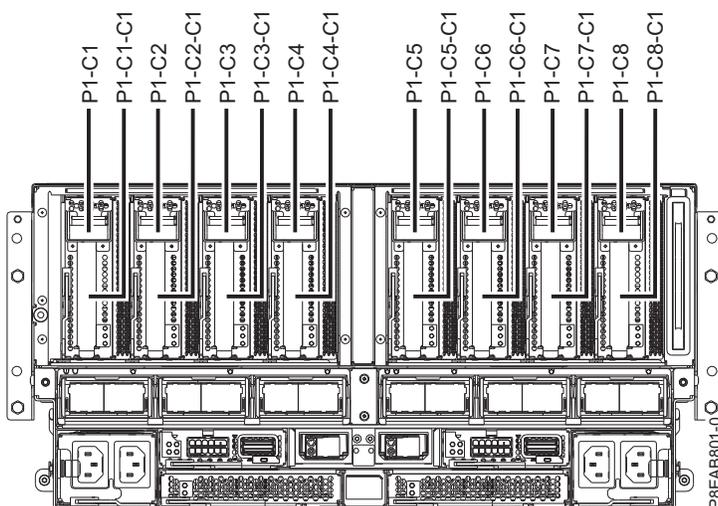

Abbildung 25. Positionen der PCIe-Adaptersteckplätze im System
1. Bestimmen Sie den Steckplatz, in dem Sie einen PCIe-Adapter installieren möchten. In Die PCIe-Adaptersteckplätze befinden sich an der Rückseite eines Systems. Abb. 25 werden die Positionscodes der PCIe-Adapter angezeigt.